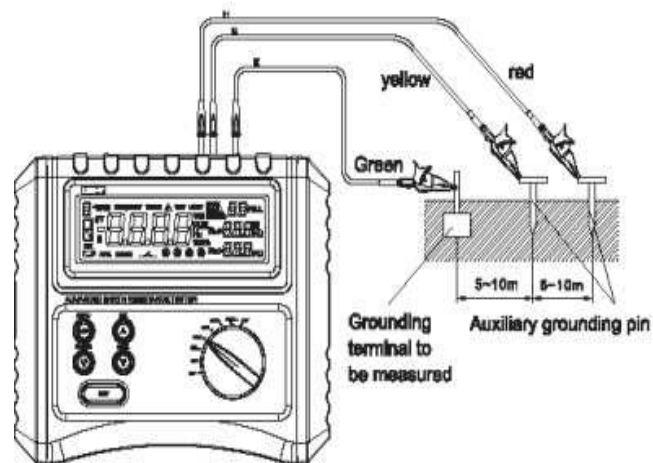

Figure 3
(3) Использование и подключение вспомогательного заземляющего штыря. Поместите вспомогательный заземляющий штифт, соответствующий выводам S и H, и глубоко вбейте его в землю по прямой линии с расстоянием примерно 5-10 м до заземляющего тела, которое необходимо измерить. Подключите порт E, S и H прибора к заземляющему корпусу, который необходимо измерить, к вспомогательному контакту заземления S и H соответственно с помощью тестовых проводов (зеленого, желтого и красного). (См. рисунок 3).
(4) Проверка сопротивления заземления.